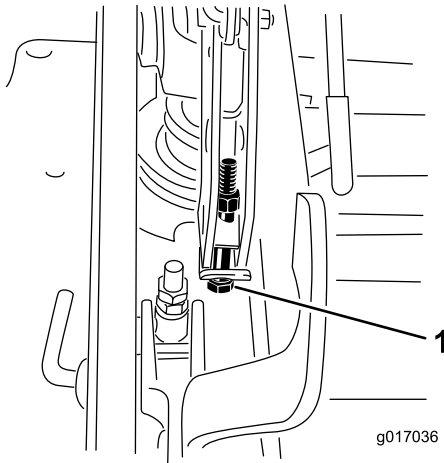

Figure 75
13. Si le plateau est trop bas, serrez le boulon de réglage monopoint dans le sens horaire. Si le plateau est trop haut, desserrez le boulon de réglage monopoint dans le sens antihoraire (Figure 75).